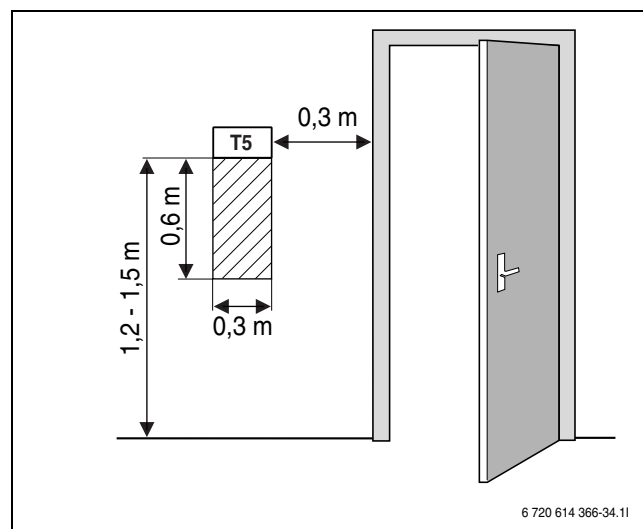

Fig. 10 Lieu de montage recommandé de la sonde de température ambiante T5
- Bonne circulation de l'air ambiant sous la sonde de température ambiante T5 (laisser la surface hachurée de la figure 10 dégagée).